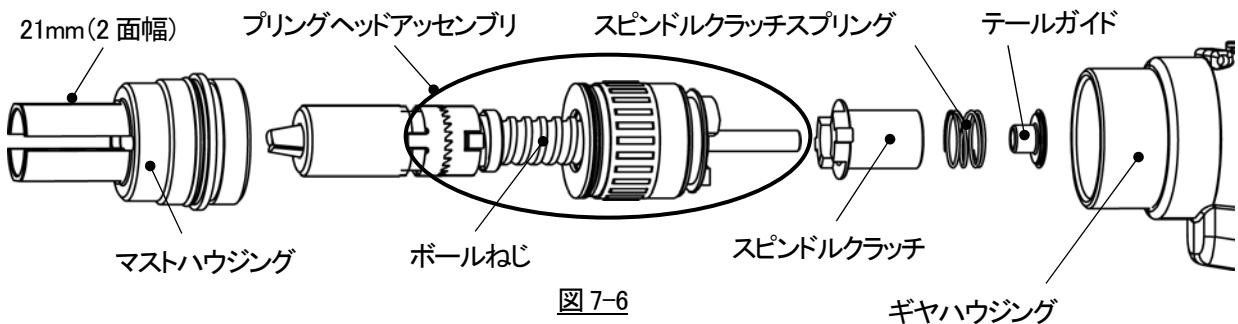

図 7-6
①7-1①②の要領でノーズハウジングをツール本体より取り外して、交換してください。
②21mmスパナを使用してマストハウジングを右に回し(左ねじ)て緩め、ツール本体より取り外してください。このとき外れてくる部品を(図 7-6)示します。